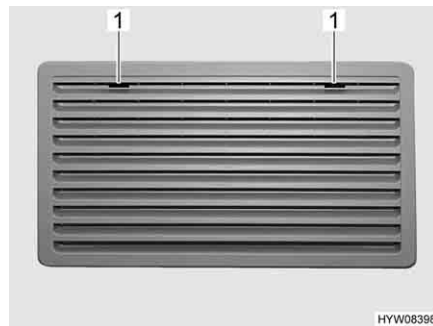
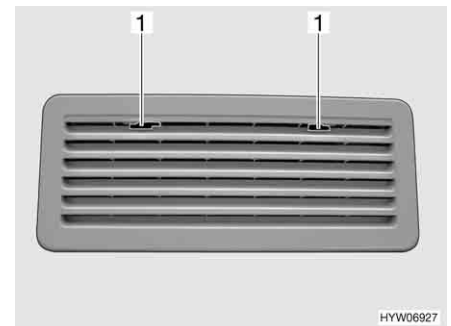

Fig. 232 Grelha de ventilação do frigorífico (Thetford grande)
Fig. 233 Grelha de ventilação do frigorífico (Thetford pequena)
- Deslocar para o meio o fixador (Fig. 232,1 ou Fig. 233,1).